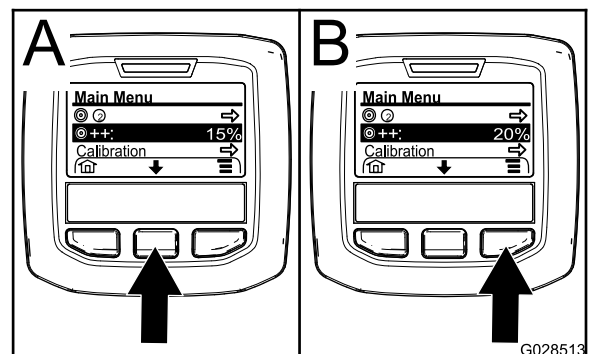

Figura 58
2. En caso necesario, pulse el botón de selección central para destacar el aumento del caudal de aplicación (Figura 58).
Nota: El icono para el aumento del caudal de aplicación mostrará dos signos de (+) a la derecha de una diana (Figura 58).
3. Pulse el botón de selección derecho (Figura 58) para elevar el porcentaje de aumento en incrementos del 5% (máximo del 20%).